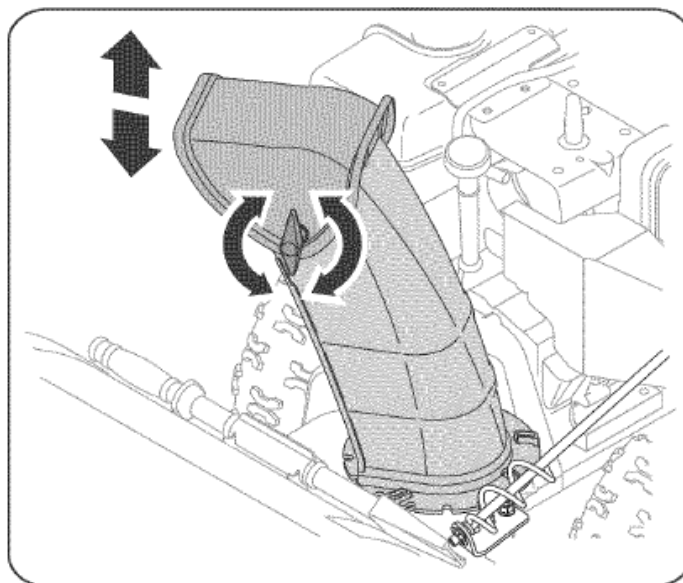

Рисунок 8
2. Поверните желоб вверх или вниз и затяните фиксатор (смотри рисунок 8).